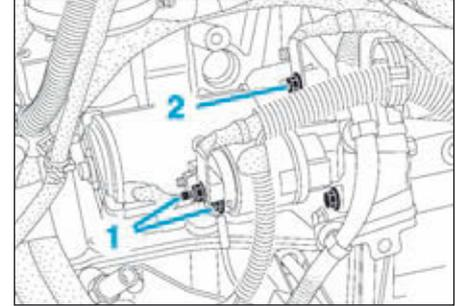

FIG.5
- Déposer les deux écrous (1) (Fig.5) des connexions électriques sur le démarreur.
- Déposer la vis de fixation (2) de la tresse de masse sur le démarreur.